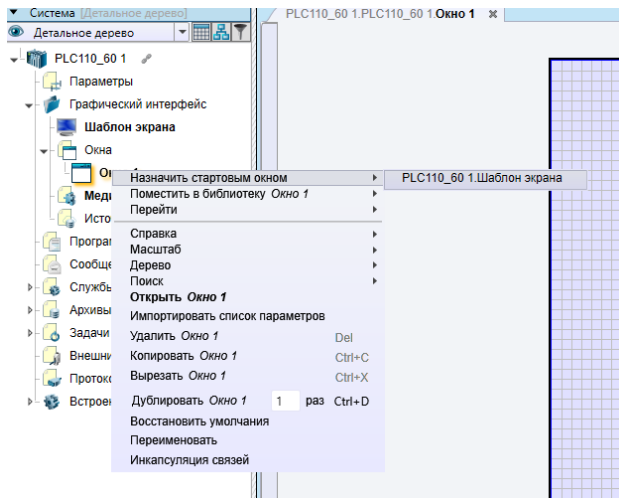

Рисунок 4.5
2. Затем созданное окно необходимо назначить стартовым для ПЛК (рисунок 4.5);